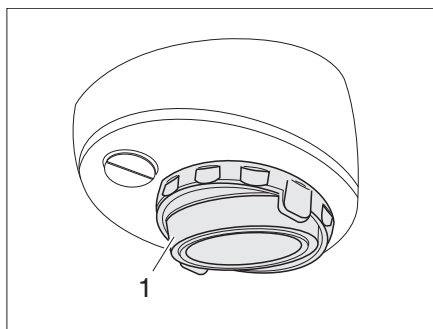

Fig. 108 Lampada alogena sospesa (orientabile)
- Sollevare e rimuovere la copertura di vetro (Fig. 108,1) con un attrezzo adatto (p. es. un cacciavite).